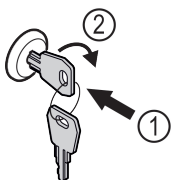

Fig. 160
- ▶ Insérer la clé Fig. 160 (1).
- ▶ Tourner la clé à 90° dans le sens horaire Fig. 160 (2).